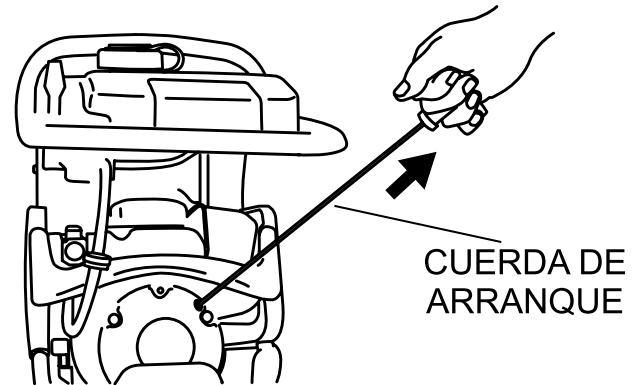

Figura 8. Arranque por retroceso
3. Agarre la manija de la soga de arranque (Figura 8) y jálela hasta que sienta una leve resistencia. Luego jale brusca y rápidamente. Regrese la manija a la caja de arranque antes de soltarla.